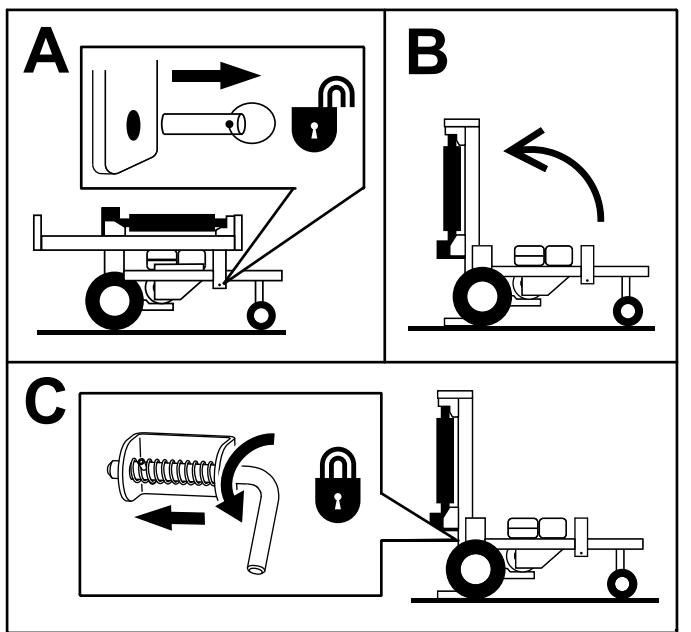

Figura 10
3. Retirez la goupille de verrouillage (Figura 10).
4. Faites pivoter le rail en position verticale, en appui contre la base de la machine (Figura 10).
5. Tournez le levier de verrouillage de la position verticale en position fermée pour bloquer le rail inférieur en place (Figura 10).